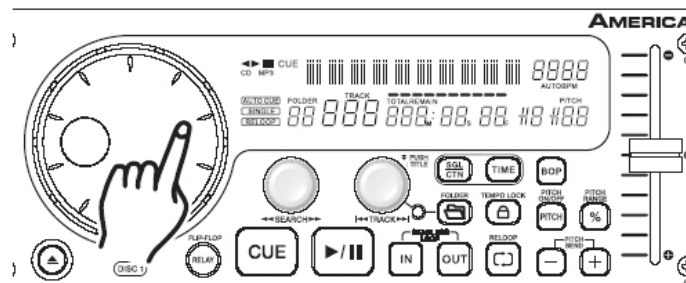

Abbildung 12
7. **Framesuche:** (Abbildung 12)